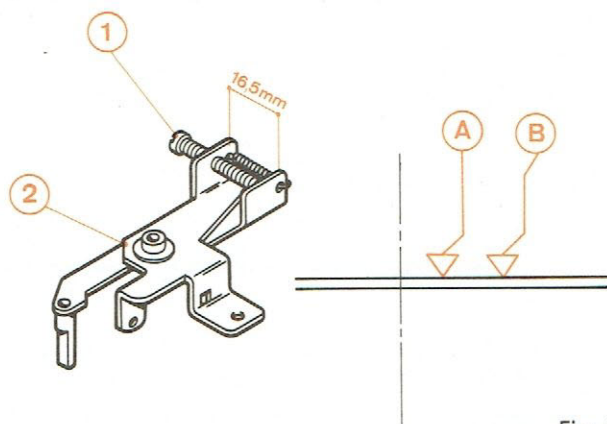

Fig. 9
D. REGLAGE DU POINT DE RETOUR AUTOMATIQUE (Fig. 9)
- 1° - Retirer les dix vis de fixation de la plaque de fond de coffret pour accéder à la vis de réglage (1) du point de retour automatique.
- 2° - Pour un serrage de la vis (1), le déclenchement du retour automatique du bras se fera en A.
- 3° - Pour un desserrage de la vis (1), le déclenchement du retour automatique du bras se fera en B.
- 4° - Pour un fonctionnement normal, la vis (1) doit écarter les deux mâchoires du levier (2) d'une distance d'environ 16,5 mm.